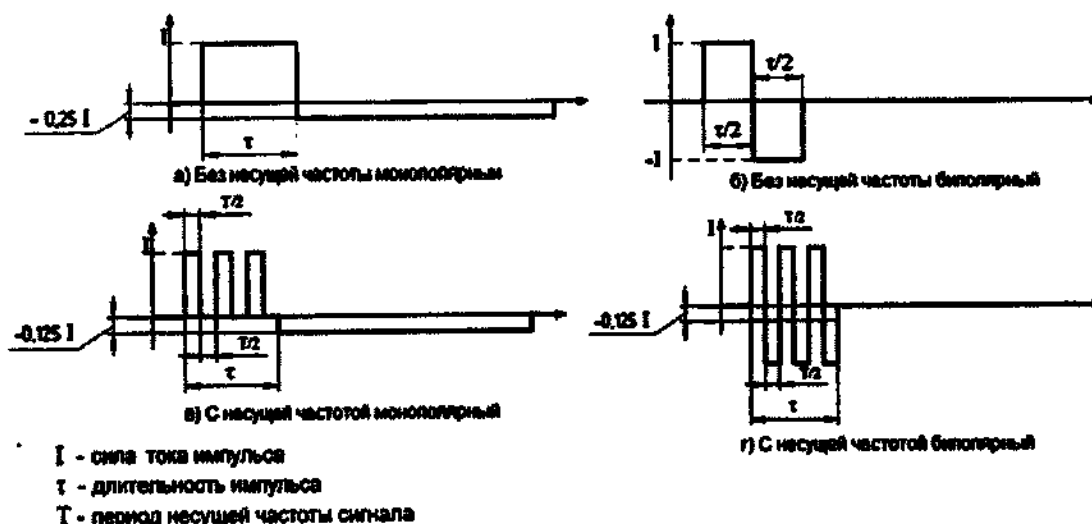

Рисунок 1 – Формы импульсов
- без несущей частоты монополярный, рисунок 1(а);
- без несущей частоты биполярный, рисунок 1(б);
- с несущей частотой монополярный, рисунок 1(в);
- с несущей частотой биполярный, рисунок 1(г).